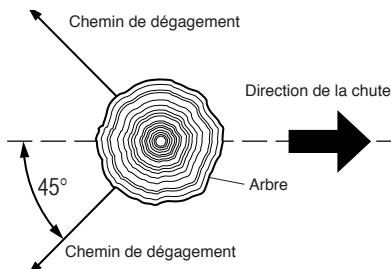

Figure 9 - Chemin de dégagement pour s'éloigner de l'arbre
3. Avant d'abattre un arbre, prévoir un chemin de dégagement et le dégager. Le prévoir à l'opposé de la direction de chute de l'arbre et à un angle de 45°. (voir la Figure 9.)